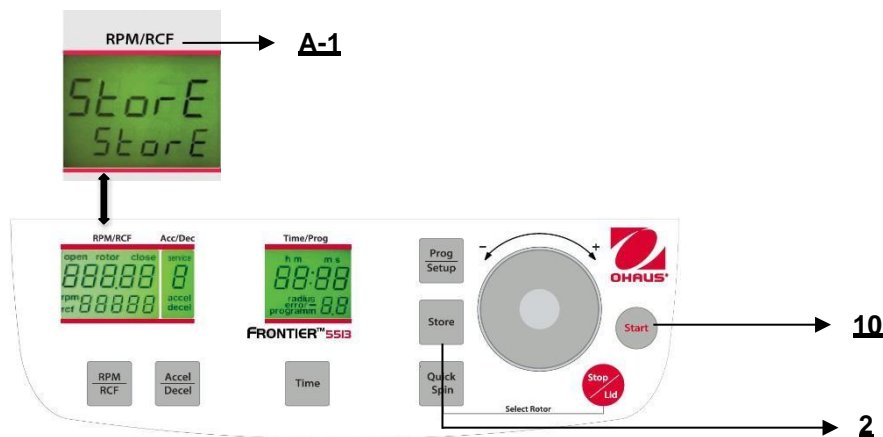

Abbildung. 28
Während die Zentrifuge ausgeschaltet ist, drücken Sie gleichzeitig die Tasten "**Time**"(7) und "**Stop/Lid**" (9) und schalten Sie die Zentrifuge am Hauptschalter ein. Lassen Sie nun beide Tasten los und als ein Ergebnis hiervon wird ein Anzeigetest von ungefähr 5 Sekunden durchgeführt. Alle Indikatoren werden gleichzeitig erscheinen (siehe Abbildung 28).